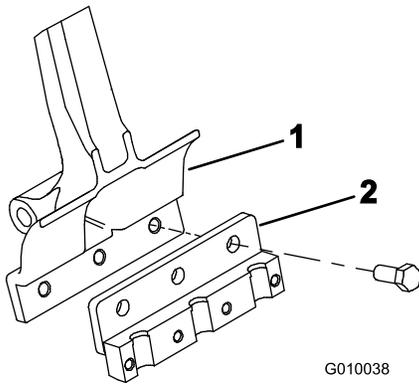

Figura 22
2. Monte un portataladros en cada brazo de taladros con 3 pernos de 1/2 x 1-1/4 pulgada (Figura 22). Apriete los pernos a 101,6 Nm.